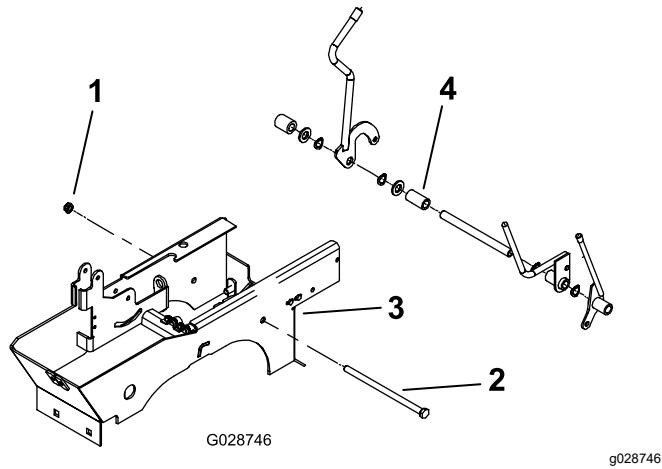

Figura 7
- Retire la tuerca y el perno que fijan las palancas de la consola para elevar el soporte (Figura 7) y retire el conjunto de la palanca de la consola del soporte de la palanca.
- Retire el espaciador (Figura 7) del conjunto e instale la nueva palanca de la TDF en el tubo de pivotе.